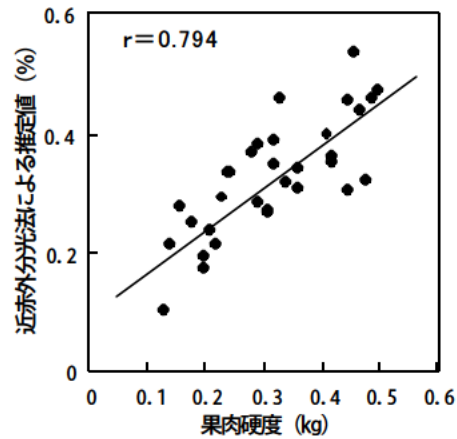

図4 近赤外分光法によるメロンの果肉硬度の測定精度
3. 近赤外分光法において、メロンの果肉硬度測定に有効な波長を検索した結果、1016nmを見いだした(図4)。1016nm付近のスペクトルには、明確なピークは見られず、また硬度に関係する成分であるペクチンの吸収帯にもあたらないため、光の散乱状態の違いと関係の深い波長であると考えられる。今後、測定精度を向上させるための検討を要する。